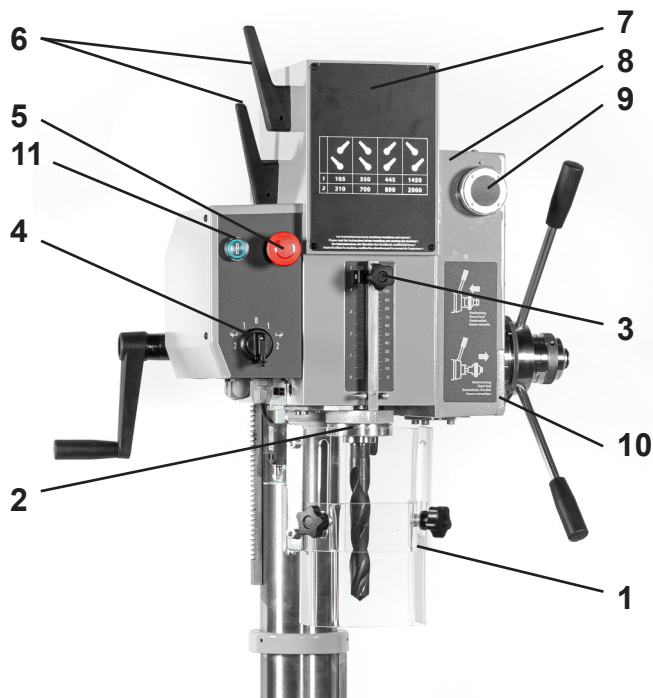

Figure 7 - Tête de broche
L'emplacement du bouton d'arrêt d'urgence (5) de la machine est présenté en figure 7. L'arrêt d'urgence doit être utilisé en cas de danger afin d'arrêter la machine le plus rapidement possible.